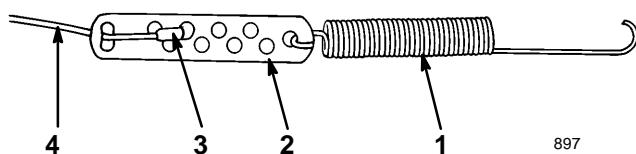

Figure 13
- C. Décrocher le crochet en Z du dispositif de réglage du câble et l'accrocher dans le trou du haut ou du bas pour obtenir l'écart requis de 1,6 à 3,2 mm (1/16 à 1/8") entre le support de la barre de commande et le mancheron (Fig. 13).
C. Décrocher le crochet en Z du dispositif de réglage du câble et l'accrocher dans le trou du haut ou du bas pour obtenir un écart de 1,6 à 3,2 mm (1/16 à 1/8") entre le support de la barre de commande et le mancheron (Fig. 13).